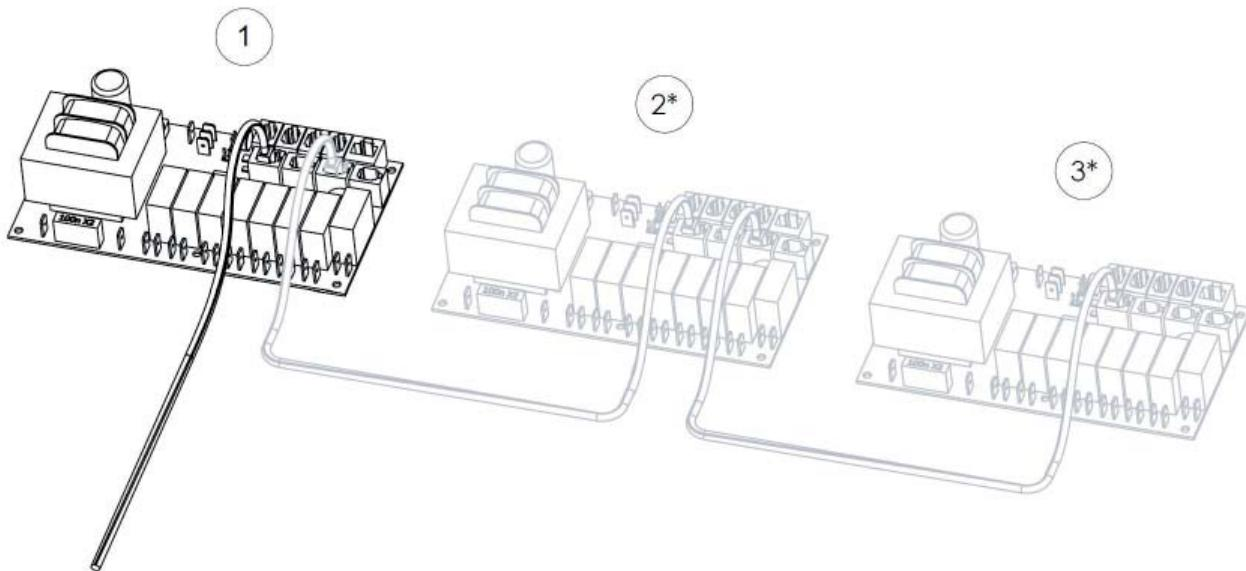
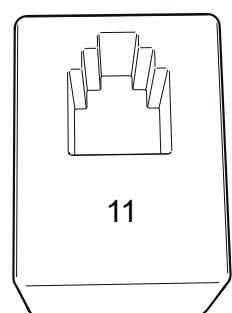

Fig. 16
Fig. 17
För anslutning av manöverpanel, tempsensor etc. med snabbkontakt följs enkelt översikten av kretskortet (Fig. 17)
För anslutning mellan generatorerna används en lågströmskabel (4-ledare) med en RJ10 kontakt, (Fig. 16). Se avsnitt "Beskrivning av modularkontakt" (Fig.17) för mer information om pin-konfiguration.
Om en ånggenerator behöver service kan de andra upprätthålla drift. En generator som är inställd som secondary kopplas bort genom att ta ur sladden mellan kretskorten. (Fig. 16)
2. Lossa kabeln som leder mellan styrkorten (Fig. 16)